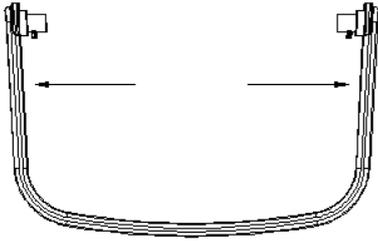

Рис.1
1) Возьмите руками обе стороны ручки как указано стрелками и потяните их наружу (см. Рис. 1).